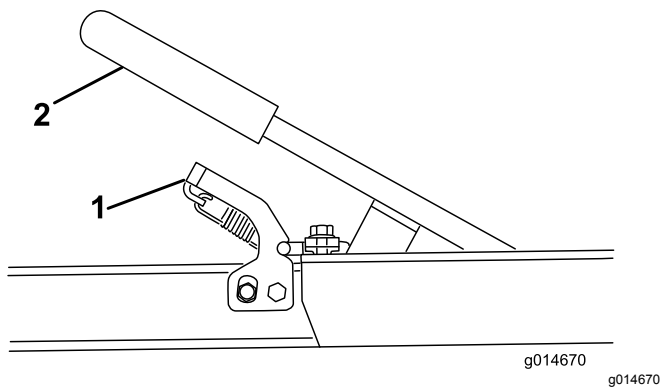

図 11
1. トレーラの荷台を確保した状態でハンドルを持ち、ラッチアセンブリと昇降ハンドルを押し下げる図 11。トレーラの床面を地表まで降下させる。
7. ハンドルを押し下げて、トレーラアセンブリをラッチアセンブリにロックする図 11。